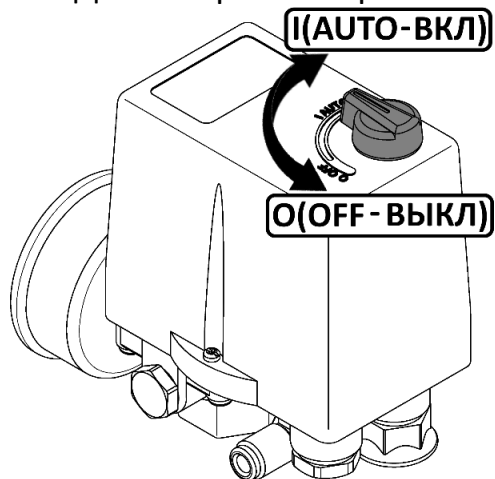

Рисунок 2
- Проверьте, чтобы выключатель на реле давления находился в выключенном положении "O" (рисунок 2).
1 Выключить компрессор выключателем на прессостате. Для этого необходимо переключить выключатель в положение "OFF" (см. рисунок 2). После этого остановится электродвигатель и произойдет сброс давления из нагнетательного воздухопровода, охладителя и компрессорного блока.
7.2.2 При нарушении питания электрической сети, а также при работе с ПВ более 60% возможно автоматическое срабатывание защиты двигателя. Для пуска компрессора после срабатывания защиты выполните следующие действия: после того, как двигатель остынет до допустимой температуры, переключите выключатель на прессостате в положение "OFF" (см. рисунок 2), а затем включите компрессор переключив выключатель в положение "AUTO".